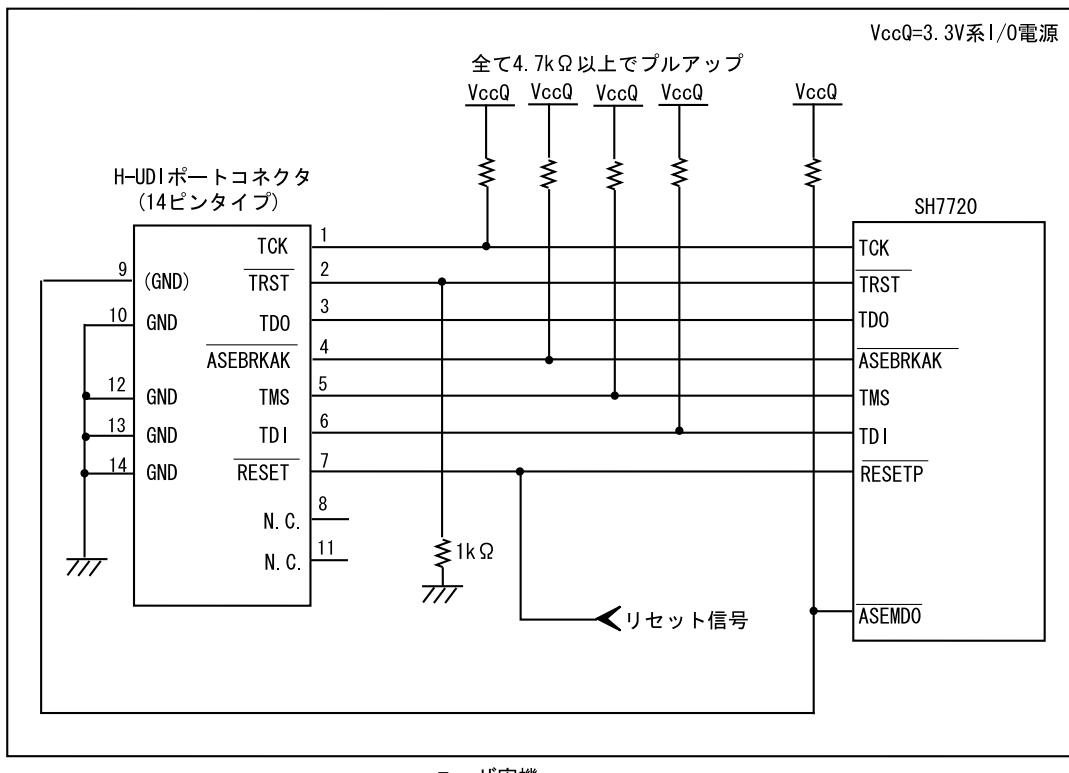

図 1.6 E10A-USB 使用時の H-UDI ポートコネクタ - チップ間の接続例
E10A-USB エミュレータ使用時の H-UDI ポートコネクタ(14 ピンタイプ)とチップ間の推奨接続例を図 1.5、UVCC 未接続時の接続例を図 1.6 に示します。
6. 図 1.5、図 1.6 に記載されている抵抗値は、参考値です。
- 図 1.6 接続例で回路を組んだ場合の E10A-USB エミュレータのスイッチ設定 : SW2=0, SW3=1 スイッチ設定の詳細は、「SuperH™ファミリ用 E10A-USB エミュレータユーザーズマニュアル 3.8 DIP スイッチの設定」を参照してください。